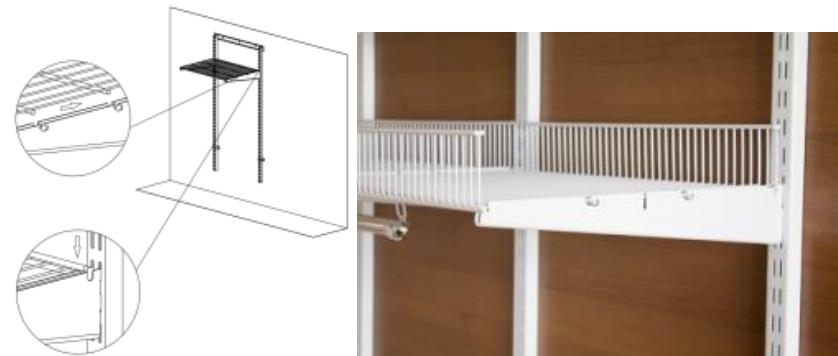

Рис.4
- Задняя часть элемента должна зафиксироваться, что сопровождается характерным щелчком(рис.4).